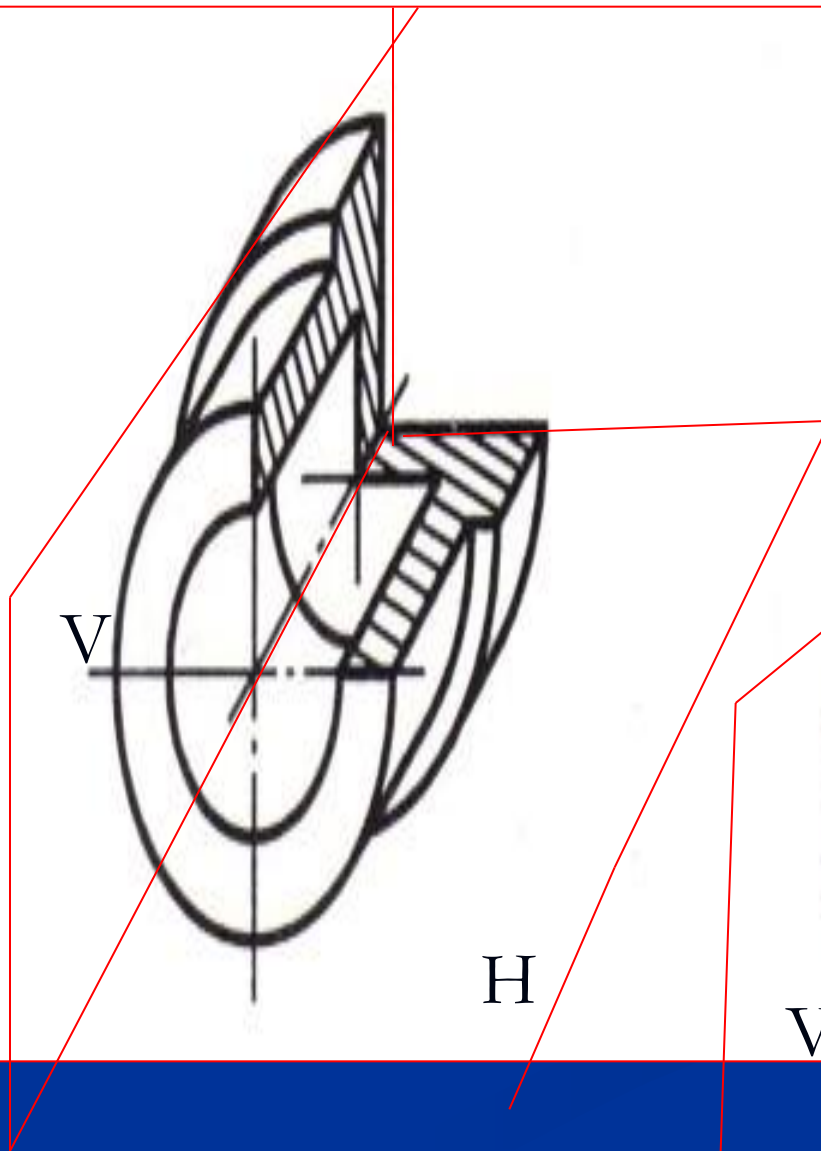

Рис. 14
- Если деталь имеет **две плоскости симметрии**, то **секущие плоскости совпадают с плоскостями симметрии** (рис. 14, 15).